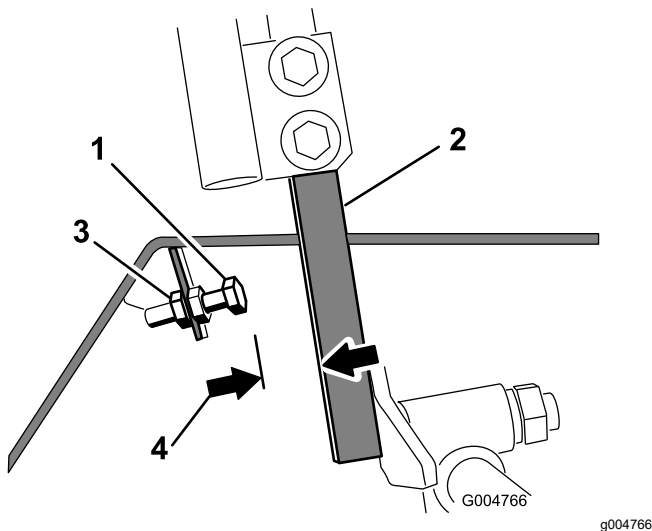

Figura 92
- Afloje la contratuercas del perno de tope de una palanca de control (Figura 92).